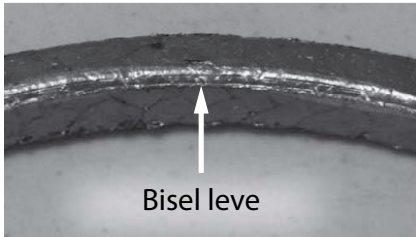

Figura 125 - Oriente adecuadamente la junta de grafito.
- 26** Ubique la nueva junta de grafito (100371052) incluida en el kit. Oriente la junta de modo que el bisel leve esté orientado hacia la ranura en la puerta del quemador (Figura 125). Con cuidado, instale la nueva junta de grafito en la ranura de la puerta del quemador. Confirme que la junta quede a ras en la ranura.